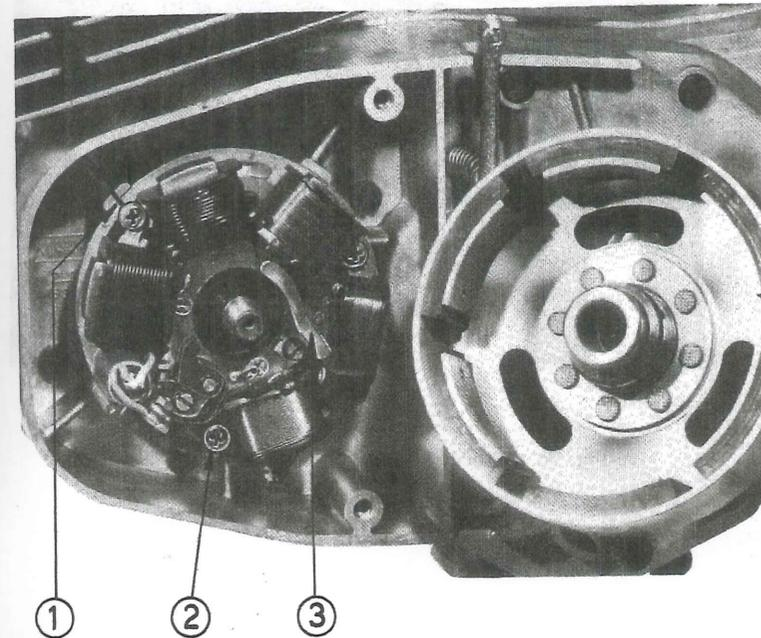

Fig. 45 - Montaggio volano magnete
- Collocare lo statore nella sua sede, nella posizione esatta di prima, facendo coincidere i due segni di riferimento tracciati fra «piastra statore - semi-carter», durante lo smontaggio (fig. 45/1). Bloccare lo statore con le 3 viti apposite (fig. 45/2). Mettere un po' di grasso sul «feltro» (fig. 45/3).